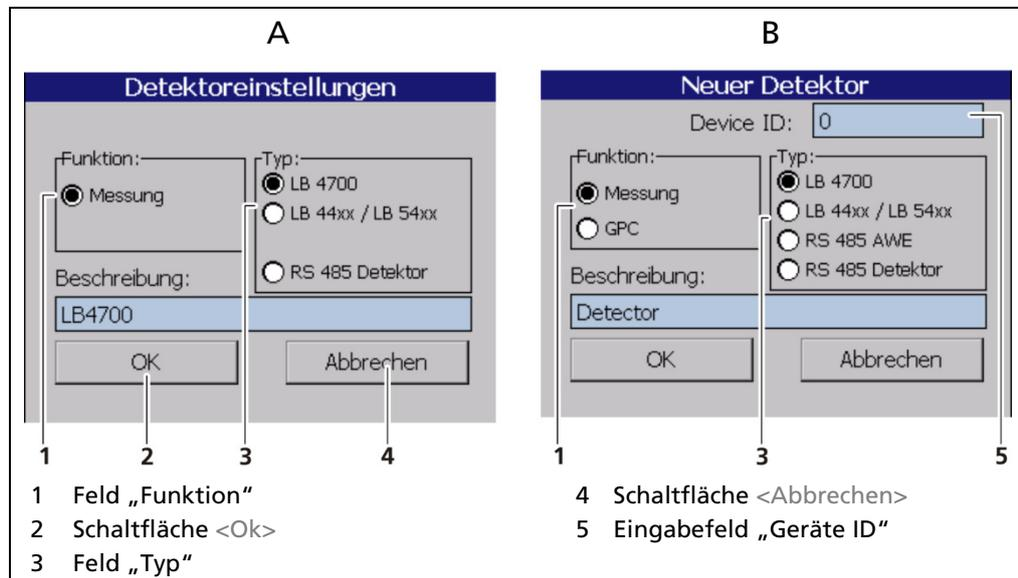

Abb. 55 Detektoreinstellungen
3. Wählen Sie für jeden Detektor die entsprechende Funktion aus (Abb. 55).